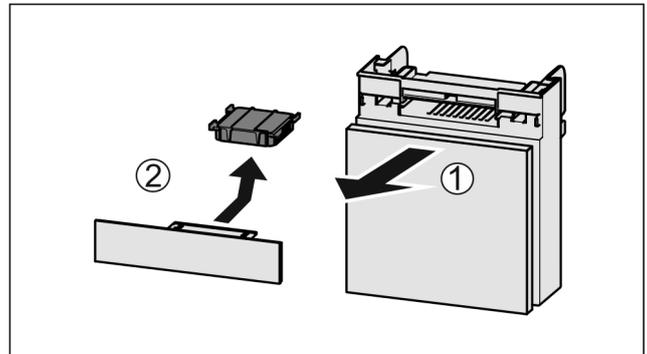

Fig. 107
- ▶ 向前拉出 Fig. 107 (1) 抽屉。
- ▶ 取出 Fig. 107 (2) 活性炭过滤器。